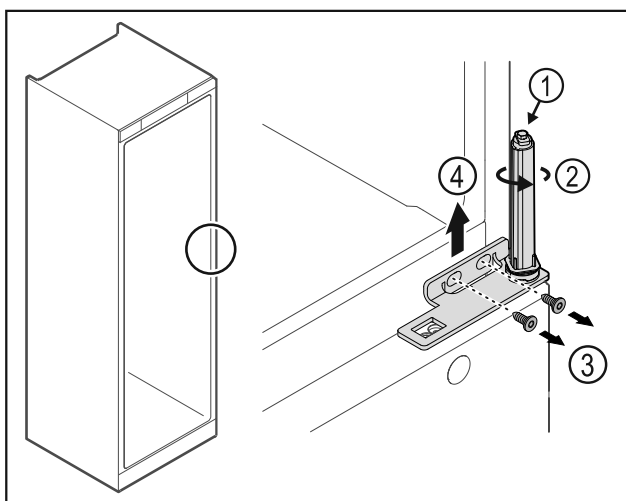

Fig. 26
- ▶ Не розбирати систему закриття дверей Fig. 26 (1).
- ▶ Повертати систему закриття Fig. 26 (2) до клацання.
- ▶ Ослабити гвинти Fig. 26 (3), шарнірний кутик Fig. 26 (4) зняти рухом вгору.